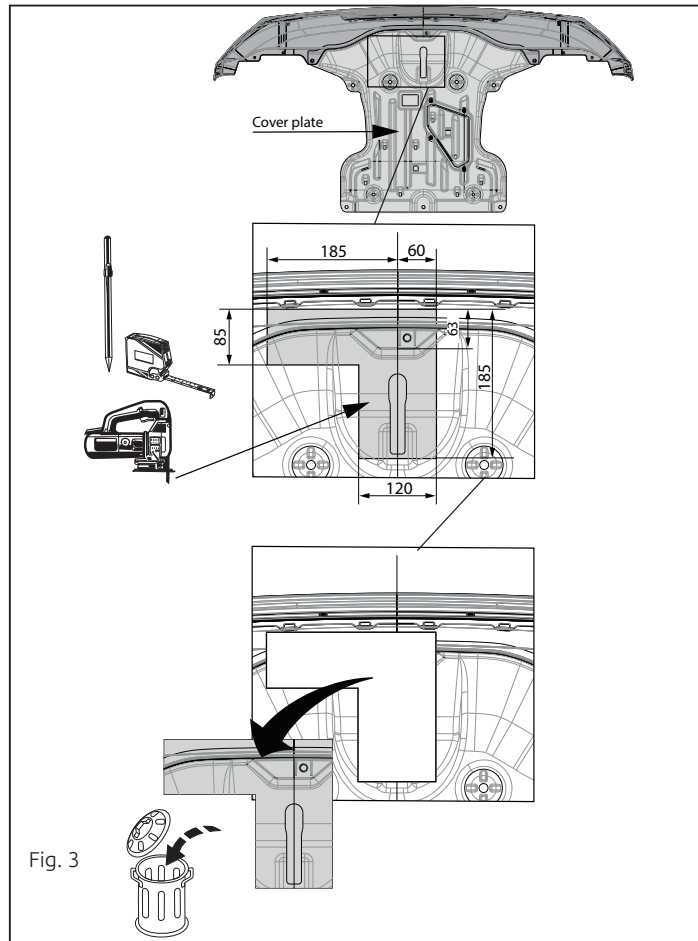

Fig. 3
12. Выпилить часть из закрывающей пластины, как указано на рис. 3.